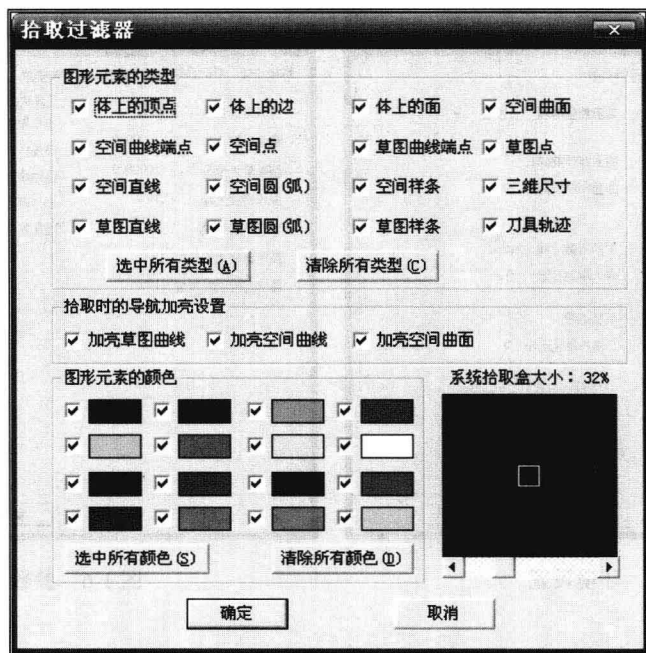

图 1-4 拾取过滤设置
① 单击【设置】下拉菜单中【拾取过滤设置】，弹出拾取过滤设置对话框（图 1-4）。
② 如果要修改图形元素的类型、拾取时的导航加亮设置和图形元素的颜色，只要直接单击项目对应框即可。对于图形元素的类型和图形元素的颜色，可以单击下方的选择所有和清除所有的按钮即可。
③ 要修改拾取盒的大小，只要拖动下方的滚动条就可以了。